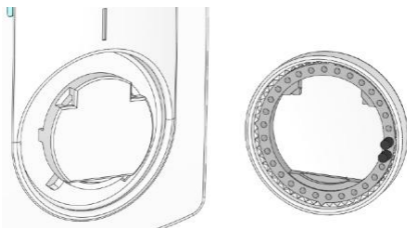

рис. 1
4. Затем вынуть из крышки внутреннее кольцо (если оно осталось в крышке) (рис. 1)